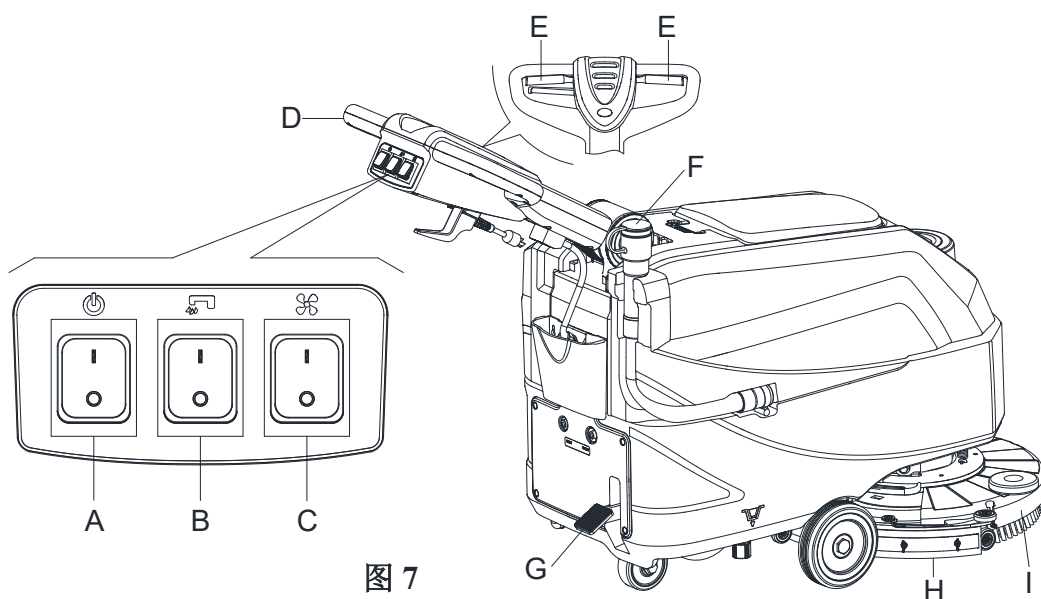
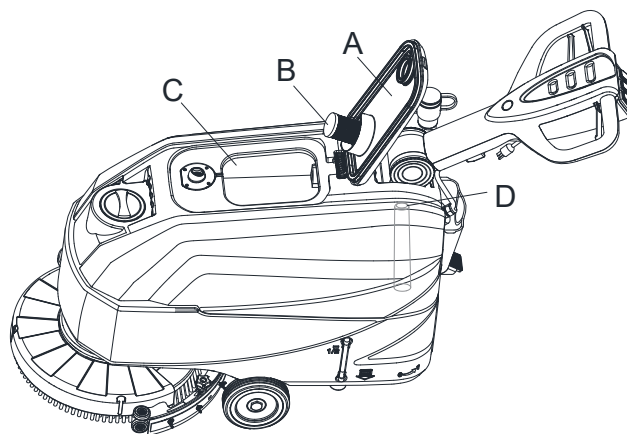

图 7
图 9
18. 用手握在手柄上将机器推到需要清洁的区域 (D, 图7)。
19. 通过升起脚踏板 (G, 图7) 来放低刷盘/针座 (I) 和水刮 (H)。
22. 用手推机器的手柄 (D, 图7) 同时按下安全开关 (E, 图 7) 开始清洗地面。
移动机器或清洗地面可通过按压其中任何一个安全开关（E，图 7）或同时按二个安全开关。
25. 停止推动机器手柄（D，图7）使机器停止。
27. 按下放水电磁阀开关（B，图7）到“关”的位置，完全关闭放水电磁阀。
28. 按下吸力系统开关（C，图7）到“关”的位置，吸力系统将延迟几秒钟后停止工作。
29. 按下电源开关（A，图7）到“关”的位置，将电源插头从主电源插座上断开。
30. 通过压下脚踏板（G，图7）来抬起刷盘/针座（I）和水刮（H）。
4. 双手握住操作手柄同时按下安全开关（E，图7）并推动机器，开始清洁工作。
对于墙壁附件地面正确的清洗方法，建议用机器的右边（有防撞轮的一边）靠近墙壁，如图 9所示。
当污水箱（C，图9）装满污水后，一个自动浮球关闭装置（B，图9）内的浮球将堵住连接吸力泵的入口，通过吸力泵噪音的突然增大可以判断出吸力泵已经超载，同时地面无法吸干，需要立即排放污水。
如果吸力泵突然被关闭（例如因为机器的突然移动导致浮球被激活），想要恢复操作请执行以下步骤：关闭电源开关（39，图2）并断开主电源插头，打开污水箱盖（A，图9）检查浮球滤网（B，图9）里的浮球是否回到水面。然后关上污水箱盖（A，图9），接通主电源，打开电源开关（39，图2）机器开始正常工作。
当污水箱（C，图9）装满污水，请按以下步骤排空它。
8. 通过压下脚踏板（G，图7）来抬起刷盘/针座（I）和水刮（H）。
10. 通过放污管（F，图7）排空污水箱内的污水，然后用清水冲洗污水箱（C，图9）内部。
11. 将污水箱盖（A，图9）旋转90度垂直向上拆卸出来，然后用清水冲洗污水箱盖内部和浮球滤网（B，图9）。
12. 检查污水箱内出污口（D，图9）是否有异物堵塞，如有需清理干净。
4. 通过压下脚踏板（G，图7）来抬起刷盘/针座（I）和水刮（H），拆下刷盘/针座，将机器存储在干燥、干净的地方。
3. 通过升起脚踏板 (G, 图7) 来放低刷盘/针座 (I) 和水刮 (H)。